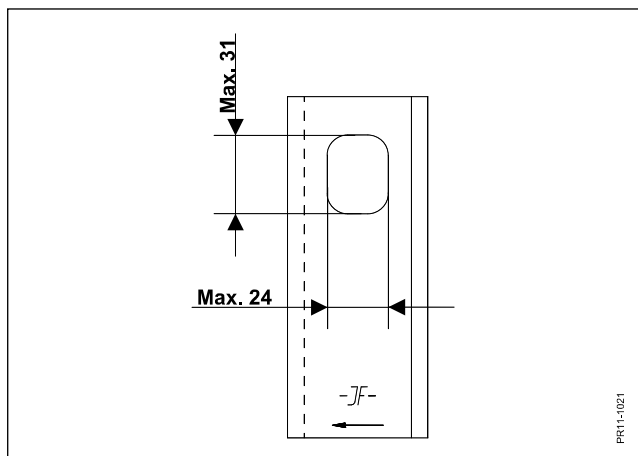

Fig. 5-11
- Fig. 5-11 Hvis hullet i kniven er slidt og overskrider størrelsen som angivet bør kniven skiftes